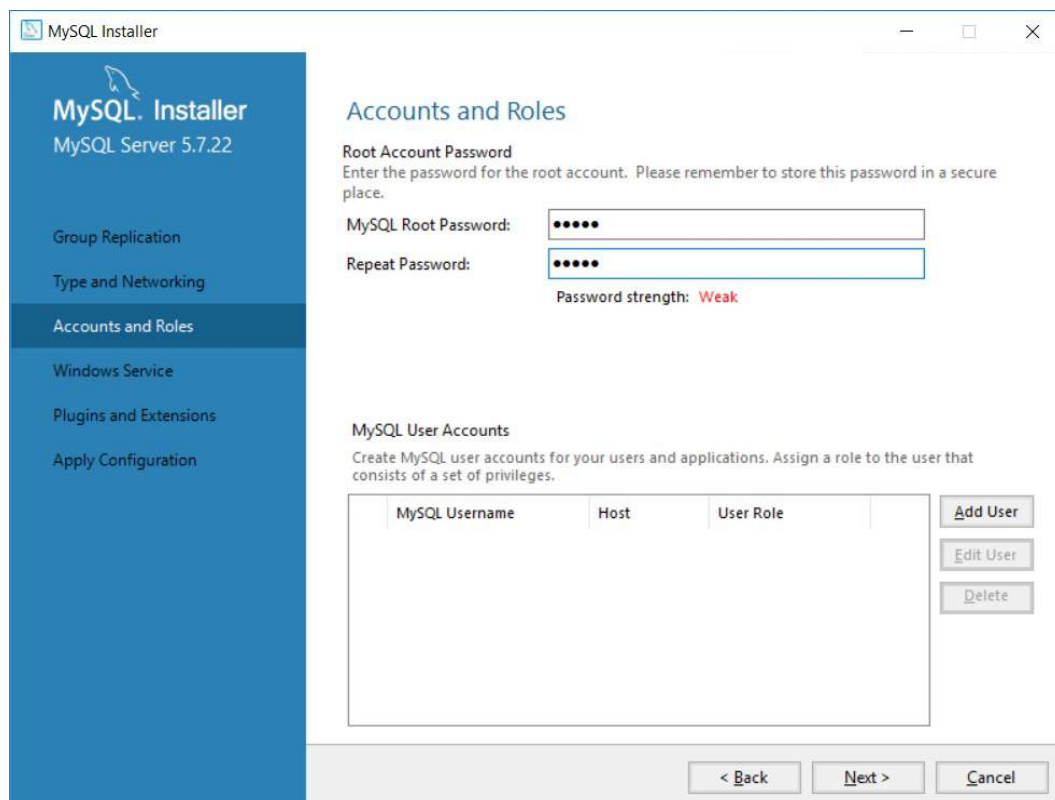

Рисунок 15.
В соответствующие поля окна (рисунок 15) необходимо ввести пароль для подключения к базе данных.
5. Пароль Workbench – пароль, указанный ранее (рисунок 15).